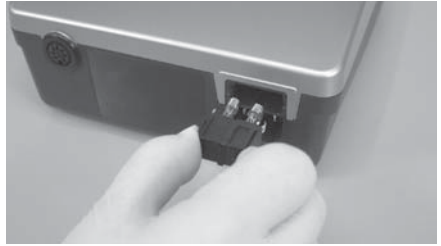

図6
⑮インレットボックス内にヒューズホルダがセットされています。ヒューズホルダの左右の爪を同時に内側へ押し、引き抜くことによりヒューズは取りはずし点検することができます。もしヒューズが切れている場合は新しいヒューズ（T3.15AH 250V）に換えヒューズホルダを元の位置へ押し込んでください。（図6）